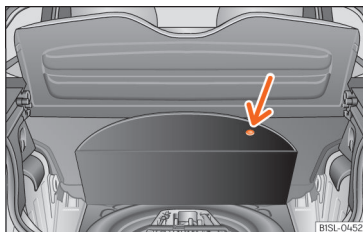

Abb. 78 Im Gepäckraum: hochgeklappter Bodenbelag.
Das Bordwerkzeug, Reserverad, Notrad bzw. Pannenset befinden sich im Gepäckraum unter dem Bodenbelag » **Abb. 78**.
- Bodenbelag an Aussparung anheben (Pfeil) » **Abb. 78**.